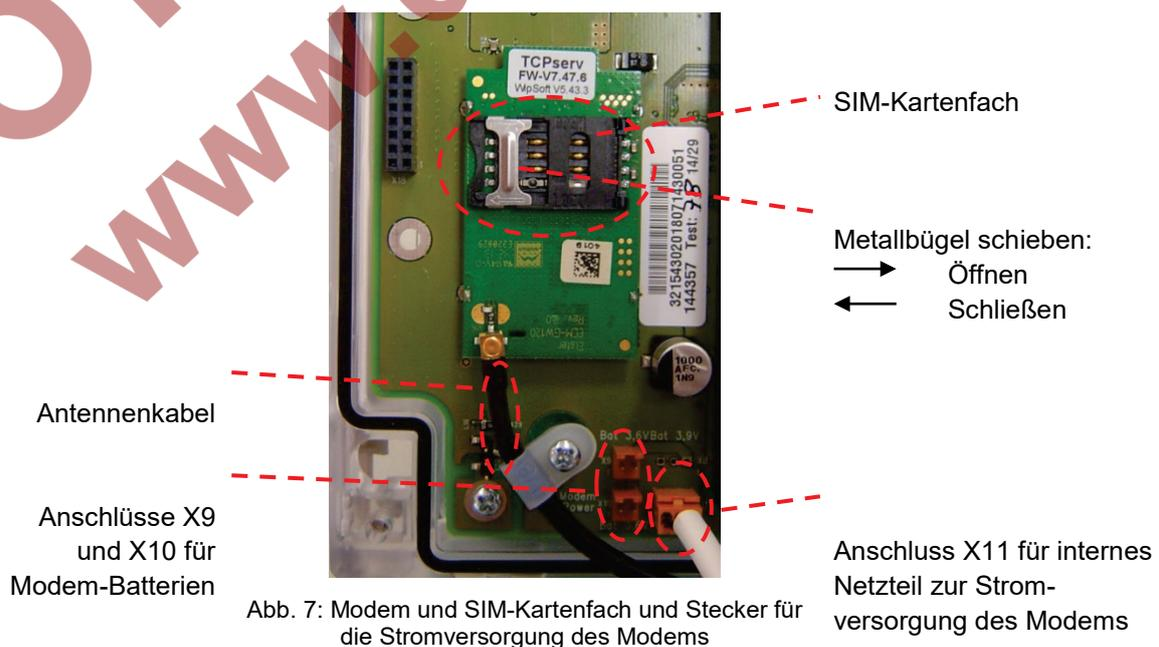

Abb. 7: Modem und SIM-Kartenfach und Stecker für die Stromversorgung des Modems
- Ziehen Sie den oder die Stecker zur Stromversorgung des Modems ab (X9, X10, X11, ⇒ Abb. 7), um Schäden am Modem und an der SIM-Karte zu vermeiden. Dies gilt auch für einen DL230 mit Netzteil und ausgeschalteter Netzspannung, falls eine Batterie zur Netzausfall-Überbrückung angeschlossen ist!
- Schließen Sie den oder die Stecker zur Stromversorgung des Modems wieder an (X9, X10, X11, ⇒ Abb. 7).